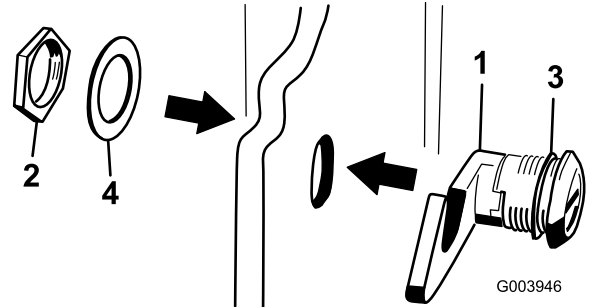

Figura 17
3. Retire la tuerca del conjunto de cierre del capó (Figura 17).